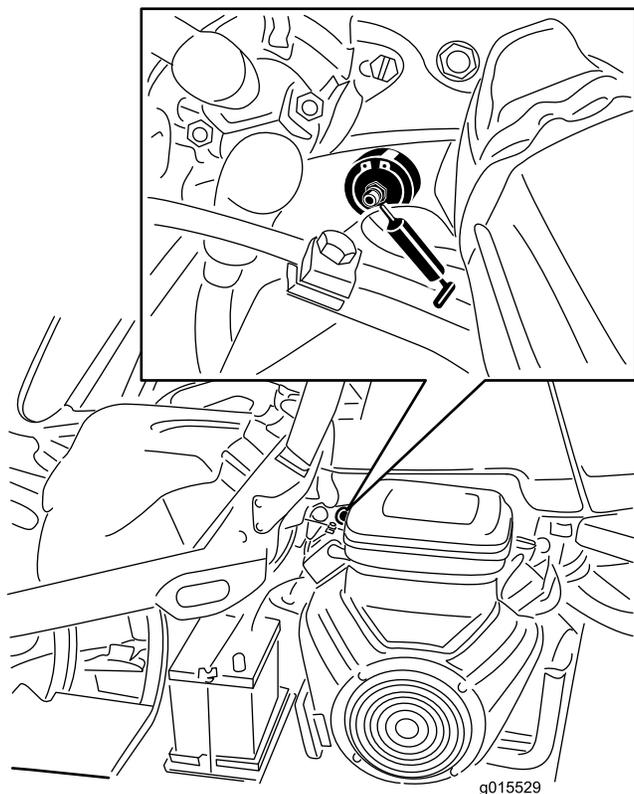

Рисунок 26
1. Во избежание попадания загрязнений в подшипник и втулку дочиستا протрите все масленки (Рисунок 26).